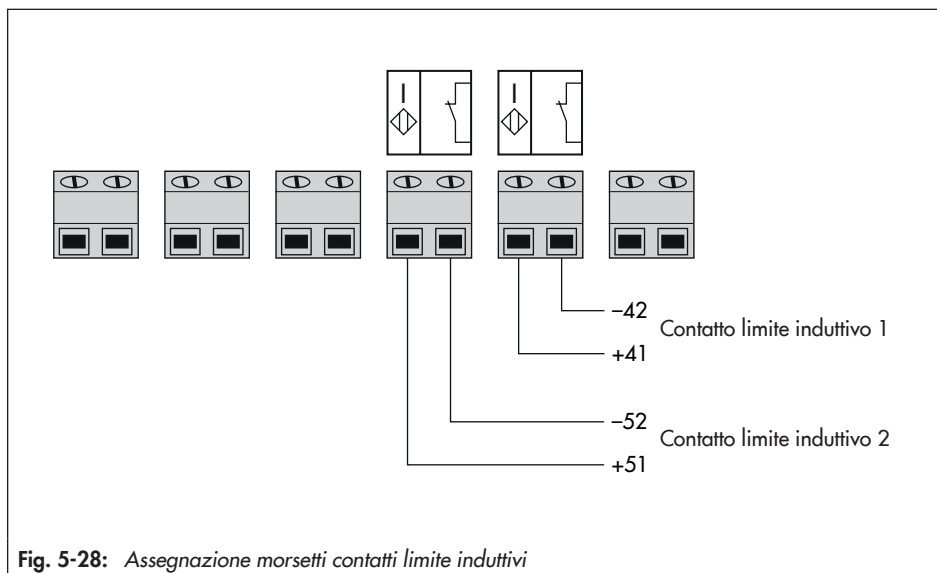
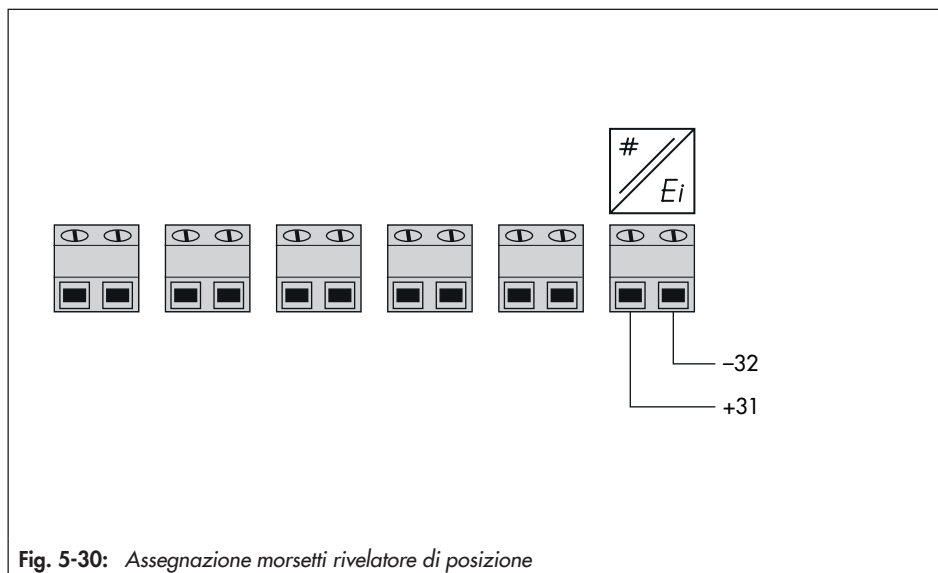

Fig. 5-28: Assegnazione morsetti contatti limite induttivi
Fig. 5-30: Assegnazione morsetti rivelatore di posizione
- Collegare eventuali opzioni secondo Fig. 5-28 fino a Fig. 5-30.